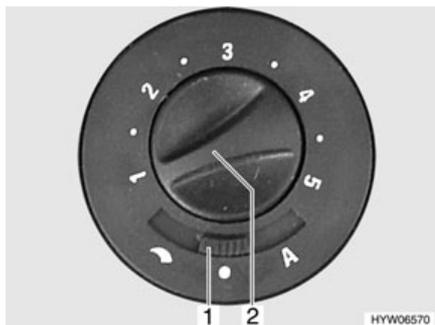

Fig. 121 Commutateur de commande du ventilateur à air pulsé (12 V)
- Régler l'interrupteur à curseur (Fig. 121,1) sur "☾" (réglage manuel) ou "A" (mode automatique).
- Si l'interrupteur à curseur est réglé sur (Fig. 121,1) "☾" (réglage manuel) : Régler la puissance désirée du ventilateur à air pulsé à l'aide du bouton de commande (Fig. 121,2).
- Régler l'interrupteur à curseur (Fig. 121,1) sur "●" (arrêt). Lorsque le chauffage est en marche, cet interrupteur est à l'arrêt.